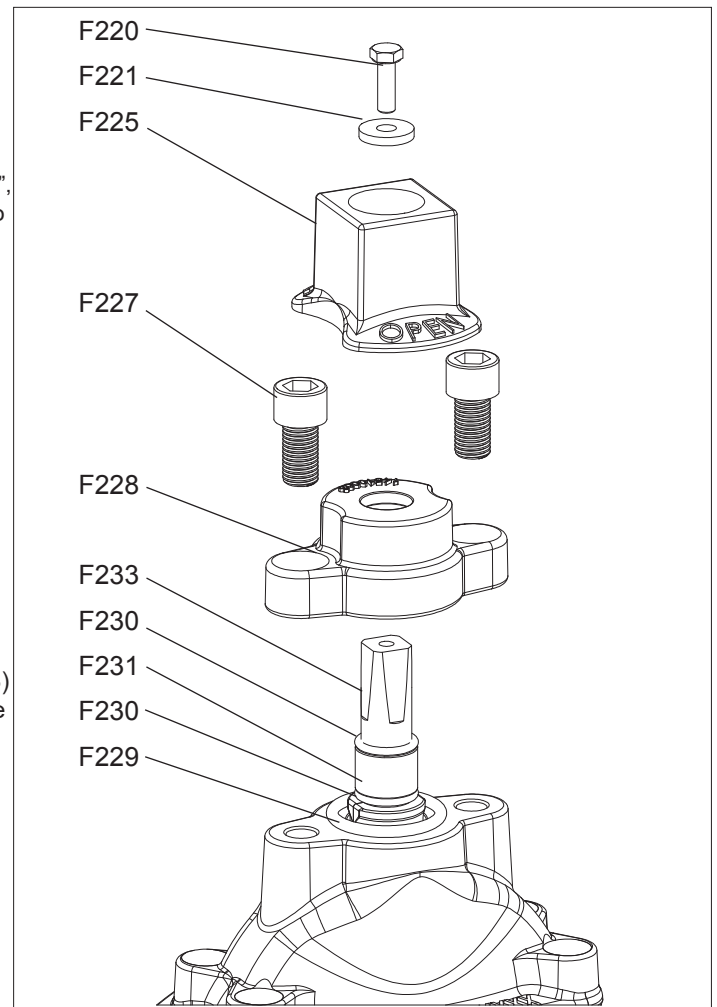
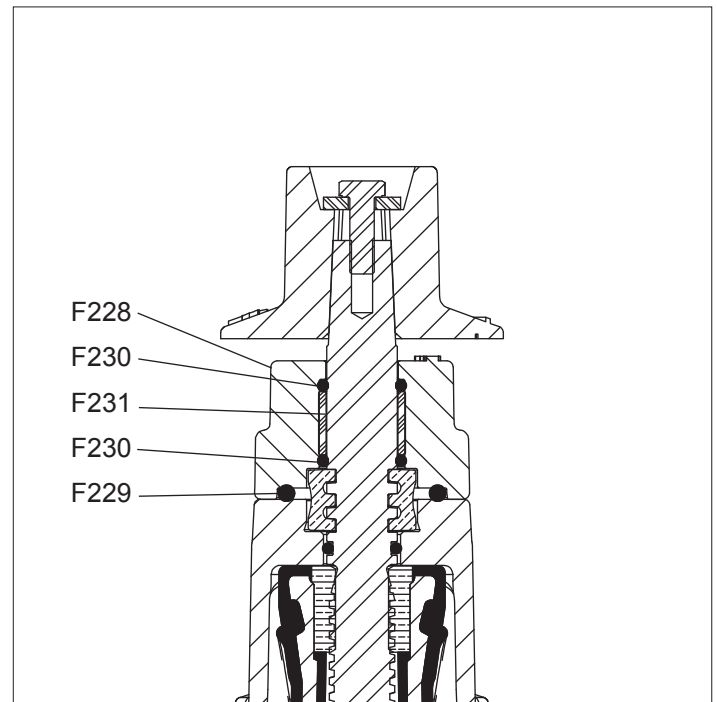

Fig. 4A
Fig. 4B
4. Al realizar el paso 3, verifique la ubicación de los o-rings del sello del vástago superior, cantidad 2, (F230) y el buje del sello del vástago (F231). Pueden estar ubicados en el vástago (F233), (vea la Fig. 4A), o en el escariado de la brida de glandula (F228), (Ver Fig. 4B).
5. Hay una ranura o rebaje en la parte inferior de la brida del casquillo (F228), para el o-ring de la brida de la glandula (F229). (Ver Fig. 4B)